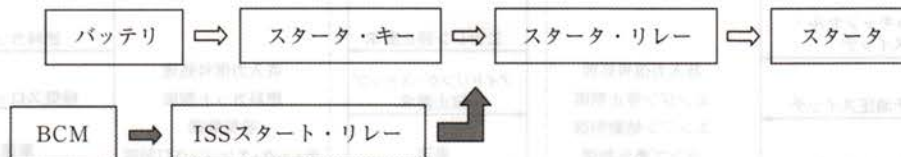

図 I-11 BCMによるスタータ作動信号の流れ
(3) スタータ(図 I-11)
スタータへの作動信号は図 I-11の通り BCMより ISS スタート・リレーへ指示を出し、スタータ・リレーを駆動させる制御としている。